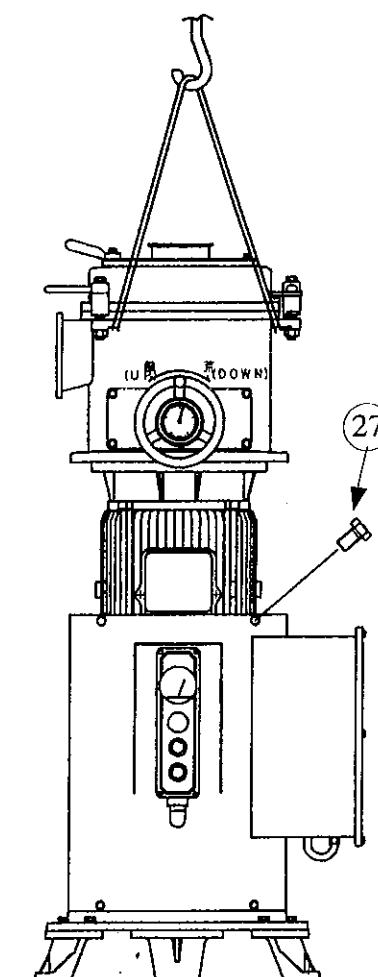

図20-11
- 上蓋本体を閉め本体とモータカバーを接続している(27)ネジを取り、本体を吊り上げます。モータと本体が接続しているネジを外し、本体を持ち上げますとモータが外れます。(図20-11)